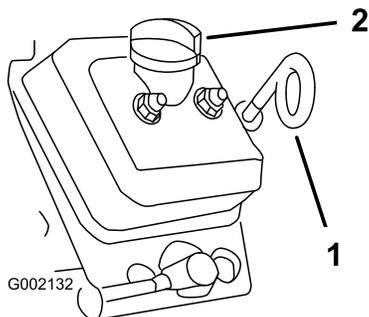

図 20
3. ディップスティックや給油口からごみが入ってエンジンを傷つけないように、ディップスティックと補給キャップ 図 20 の周囲をウェスできれいに拭く。
4. ディップスティック 図 20 を回して抜き取り、付いているオイルをウェスで拭きとる。
5. ディップスティックを根元まで完全に差し込む 図 20。
8. キャップを取り付ける 図 20 を参照。
9. ディップスティックを取り付ける。奥まで完全に差し込むこと 図 20。